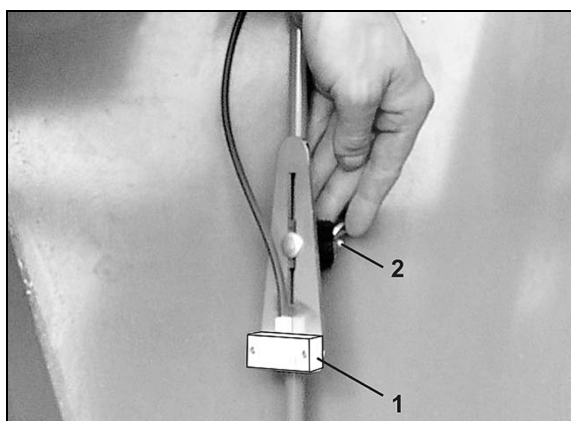

Рис. 83
3. Ослабьте два винта (Рис. 83/1), но не отвинчивайте.